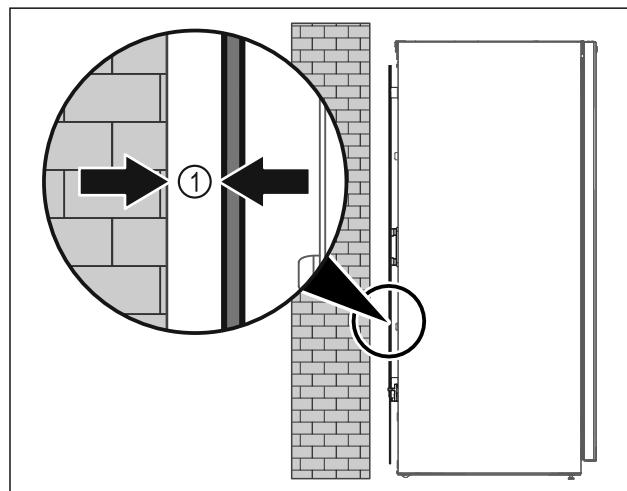

Fig. 6
- Uzstādiet ierīci vai nu kā brīvstāvošu ierīci, vai tieši pie sienas 5 mm Fig. 6 (1) minimālā atstatumā no tās.